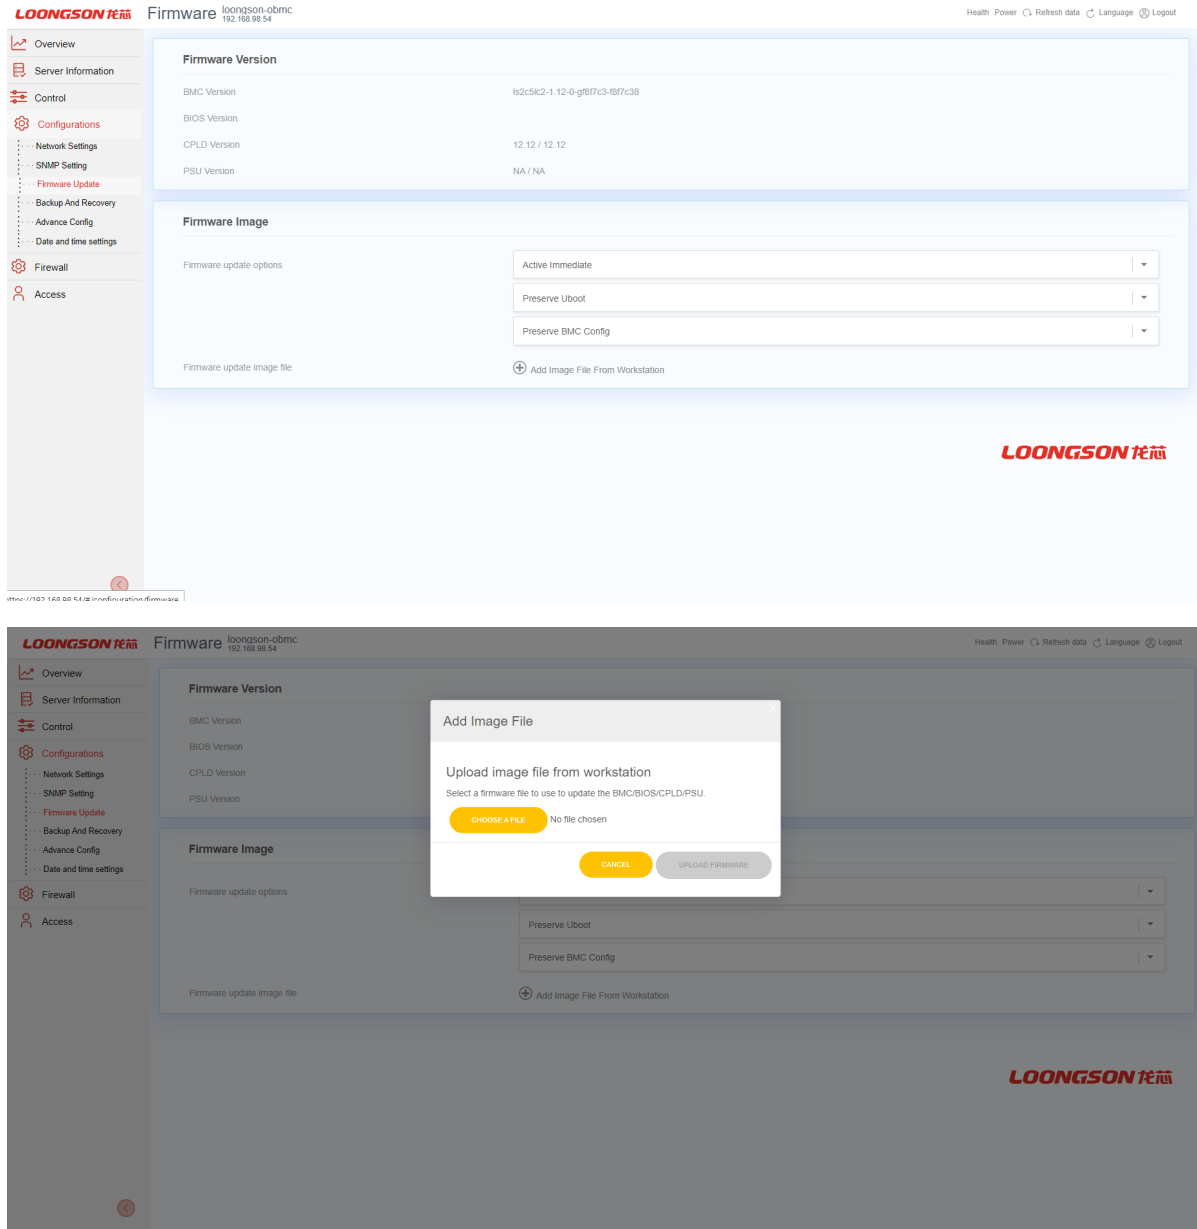

Рис. 80. Меню Firmware update
- 2) Пройдите во вкладку «Configuration» → «Firmware update». Окно показано на рис. 80 Меню Firmware update